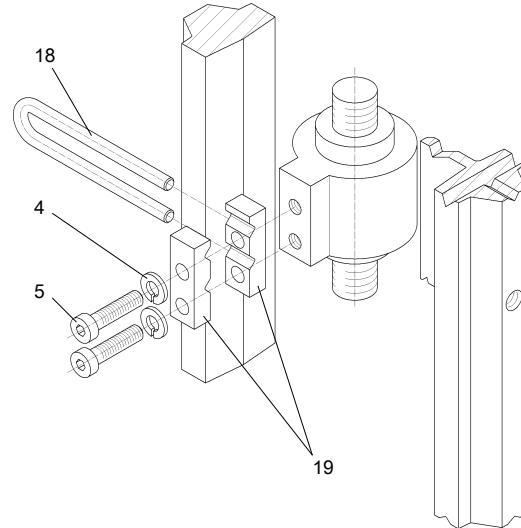
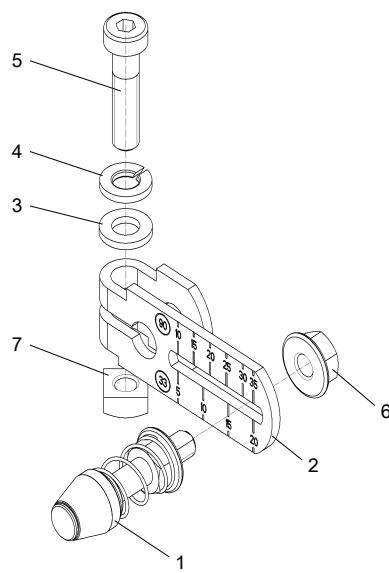
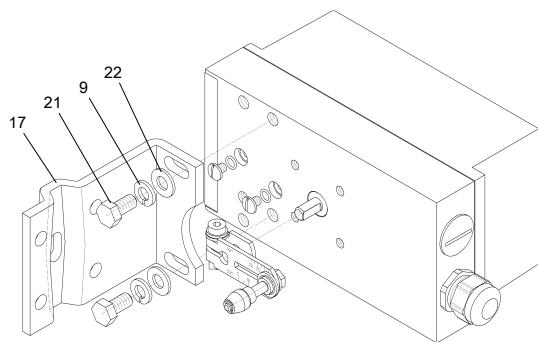

Abb. 14: Montage Hubabgriff an Antriebsspindel
Abb. 15: Hebel montiert
Abb. 16: Montage NAMUR-Anbauwinkel
1. Abb. 14: Klemmstücke (19) mit Zylinderschrauben (5) und Federringen (4) an der Antriebsspindel montieren.
2. Abgriffbügel (2) in die Ausfrässungen der Klemmstücke schieben. Benötigte Länge einstellen und Schrauben so festziehen, dass der Abgriffbügel noch verschiebbar ist.
3. Abb. 15: Am vormontierten Hebel (2) den Stift (1) auf den am Antrieb angegebene Wert des Hubbereiches oder, wenn dieser nicht als Skalierungswert vorhanden ist, den nächst größeren Skalierungswert einstellen. Bei Unsicherheit bezüglich des tatsächlichen Antriebshubes (pneumatische Stellantriebe verfügen häufig über eine Stellwegreserve) sollte grundsätzlich der nächst größere Skalierungswert gewählt werden. Die Stiftmitte muss auf dem Skalierungsstrich auf dem Hebel (2) stehen. Der gleiche Wert kann später bei der Inbetriebnahme unter Parameter "3.YWAY" eingestellt werden, um nach der Initialisierung den Stellweg in mm anzuzeigen.
4. Hebel (2) bis zum Anschlag auf Stellungsreglerachse schieben und mit Zylinderschraube (5) fixieren.
5. Abb. 16: Anbauwinkel (17) mit zwei Sechskantschrauben (21), Federringen (9) und U-Scheiben (22) auf der Rückseite des Stellungsreglers montieren. Die Wahl der Lochreihe hängt von der Laternenbreite des Antriebes ab. Dabei soll die Rolle möglichst nahe an der Spindel in den Abgriffbügel (18) eingreifen, darf aber nicht die Klemmstücke (19) berühren.